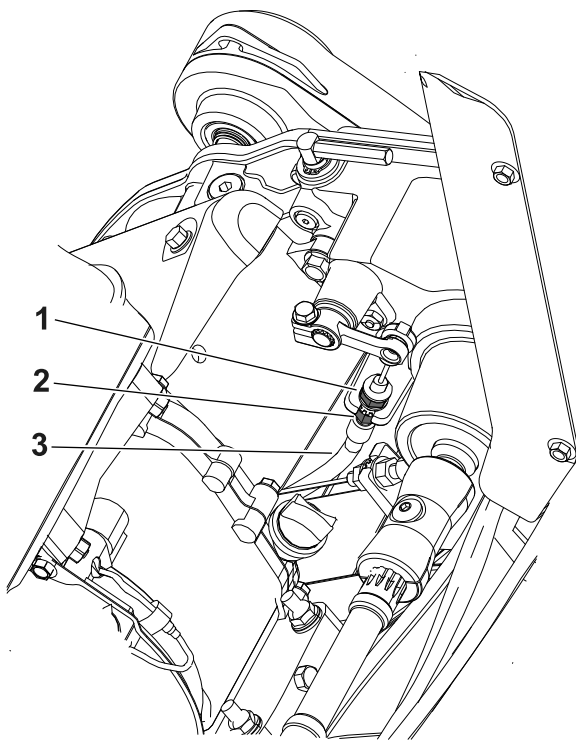

Figura 37
- Para aumentar la tensión del cable, afloje la contratuerca del cable delantero y apriete la contratuerca trasera (Figura 37). Repita el paso 2 y ajuste la tensión si es necesario.
- Para reducir la tensión del cable, afloje la contratuerca trasera del cable y apriete la contratuerca del cable delantero (Figura 37). Repita el paso 2 y ajuste la tensión si es necesario.